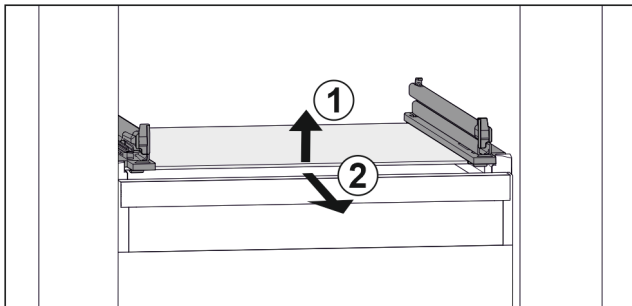

Fig. 28 Voorbeeldweergave van glasplaat
- ▶ Glasplaat aan de voorkant optillen. Fig. 28 (1)
- ▶ Glasplaat naar voren toe verwijderen. Fig. 28 (2)